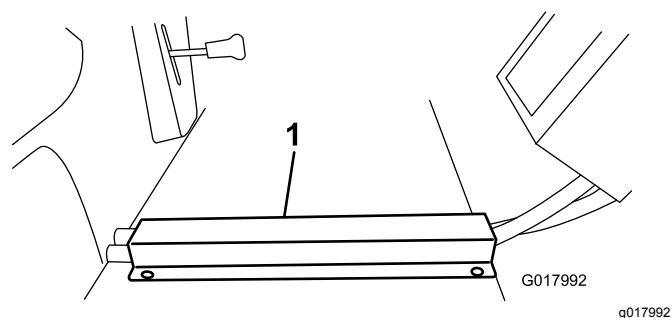

Figure 29
3. Placez le profilé à flexibles sur les flexibles du plancher et alignez le bord avant sur le bord avant du plancher. Repérez et percez des trous dans le plancher et placez-y les vis autotaraudeuses (Figure 29).